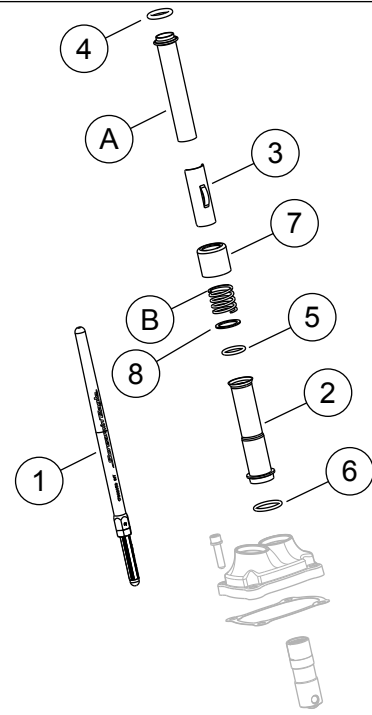

Abbildung 5. Ersatzteile
Siehe Abbildung 5 und Tabelle 1.
- Siehe Abbildung 3 und Abbildung 5. Die Einlassventilstößelstangen in die Stößelstangenführungen einführen. Die O-Ringe, die untere Stößelstangenführung und das Kegelstück der Federabdeckung gegen neue Komponenten aus diesem Satz austauschen. Darauf achten, dass die Spannerseite der Stößelstange unten liegt.